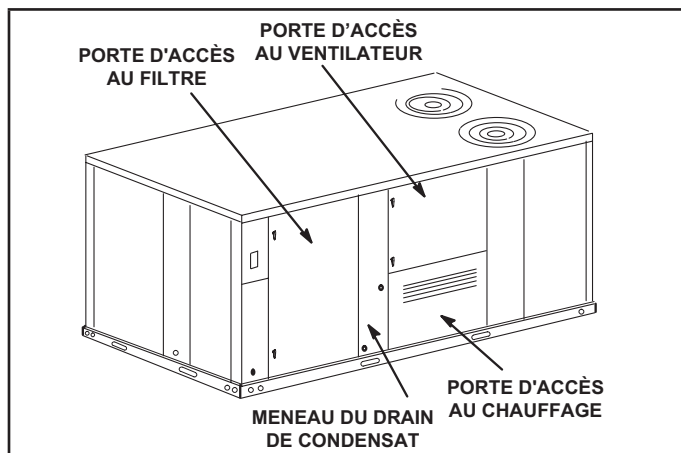

FIGURE 5
- 1 - Ouvrir les portes d'accès au ventilateur et au chauffage. Voir FIGURE 5.